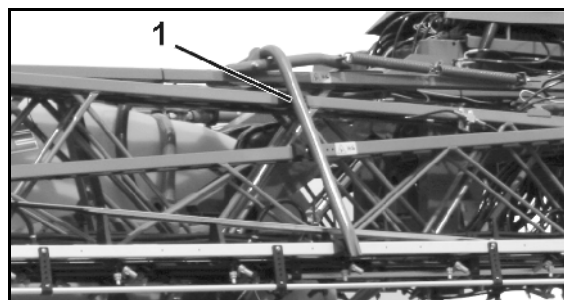

Рис. 11
- Транспортировочный фиксатор (Рис. 11/1) на штангах **Super-L**, защищающий от самопроизвольного раскладывания